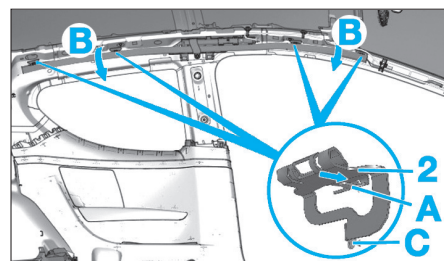

Fig. 11
- Appuyer en (A) à l'aide d'un tournevis suivant la flèche puis faire pivoter suivant la flèche (B) et dégager l'indexage (C) (Fig.11).
- Dégrafer les entretoises (2).